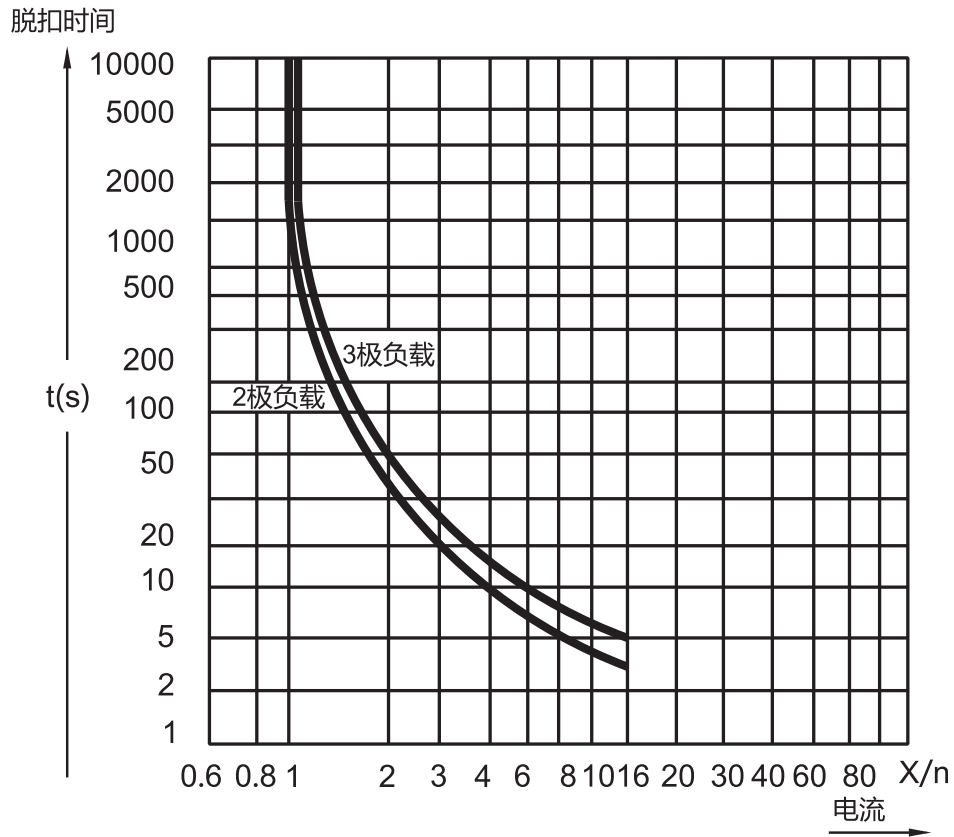
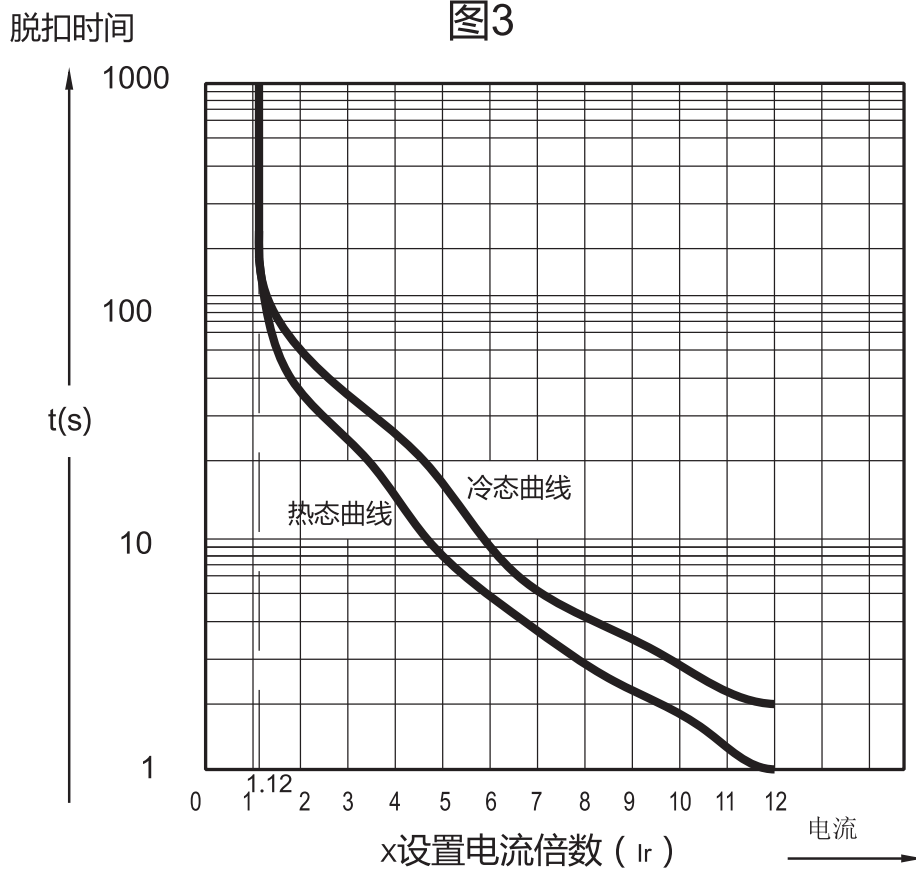

图3
图4
5.5 热继电器时间-电流特性表RDR67-12、18、32、50、75、110见图3 ,RDR67-170、300、500、800图4。